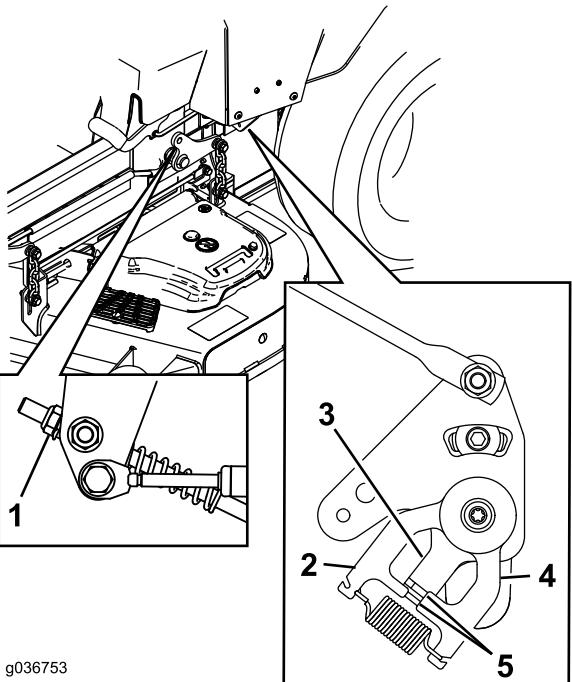

Figura 60
11. Ajuste la longitud de las varillas de control de las bombas girando la tuerca en el sentido apropiado, hasta que las ruedas se muevan ligeramente en marcha atrás (Figura 60).